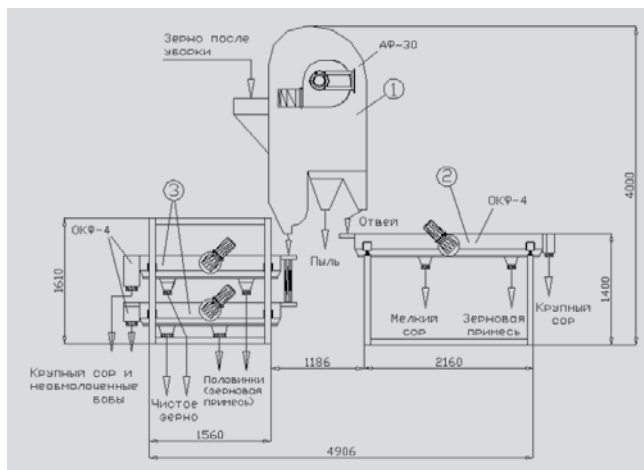

Рис.13. Схема очистки сои перед загрузкой на временное хранение.
Внедрение нетравмирующей технологии послеуборочной обработки сои позволяет существенно снизить потери зерна, прежде всего, за счет предотвращения дробления его на половинки. Для этой цели предлагается установить зерноаспиратор Фадеева ЗАФ-30 (100) (рис.13).
Поскольку в относ. попадают створки боба, мелкий сор и зерновая примесь, то их можно разделить, пропуская относ. через очищающий калибратор ОКФ-4 (рис.13).
Для отделения необмолоченных бобов и половинок семян сои поток зерна после ЗАФ-30 (100) необходимо направить на два (три) параллельно установленных очищающих калибратора ОКФ-4 (рис.13). Отделенные половинки сои и зерновую примесь направить на переработку, необмолоченные бобы на повторный обмолот, а чистую сою на хранение или сушку.